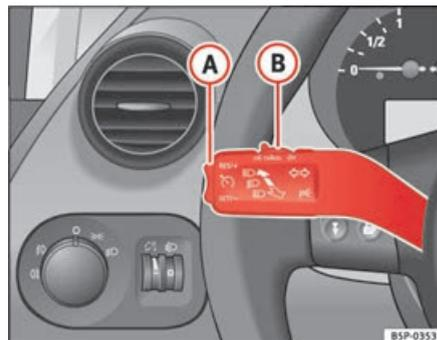

Abb. 148 Blinker- und Fernlichthebel: Schalter und Wippe für die Geschwindigkeitsregelanlage
- Drücken Sie den unteren Teil der Wippe **SET/-** ⇒ Abb. 148 **(A)** einmal kurz, wenn die zu speichernde Geschwindigkeit erreicht worden ist.